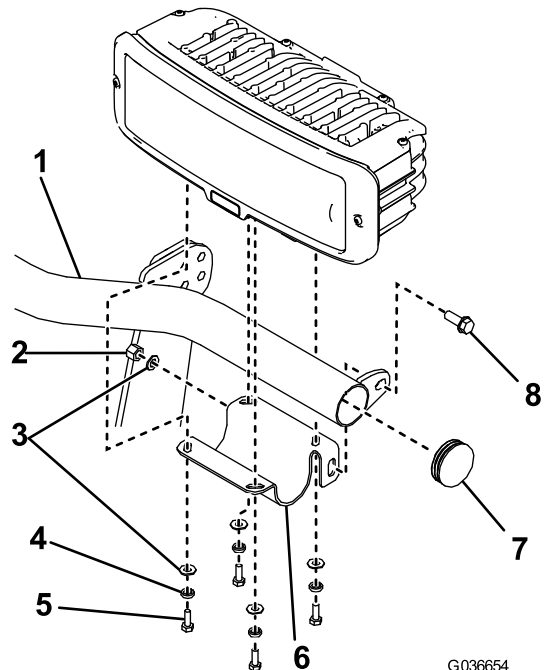

Figura 11
2. Asegúrese de que los tapones están instalados en los extremos de la barra de las luces (Figura 11).
3. Sujete el soporte del faro izquierdo a la barra de las luces con un perno con arandela prensada (3/8" x 1"), una arandela plana y una contratuerca de nylon (Figura 11).
4. Sujete el faro izquierdo al soporte de los faros usando 4 pernos ($\frac{1}{4}$ " x $\frac{3}{4}$ "), arandelas de freno partidas y arandelas planas (Figura 11).